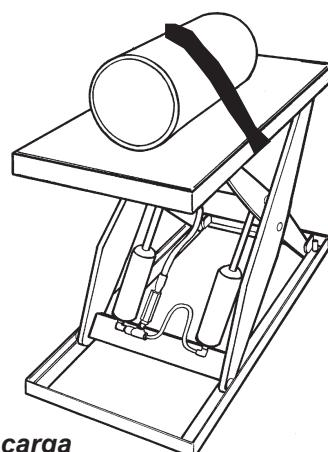

Figura 5 – Asegurar la carga
- Si está elevando tubos u otros objetos que puedan rodar o moverse, asegúrelos o bloquéelos como se muestra en la Figura 5.